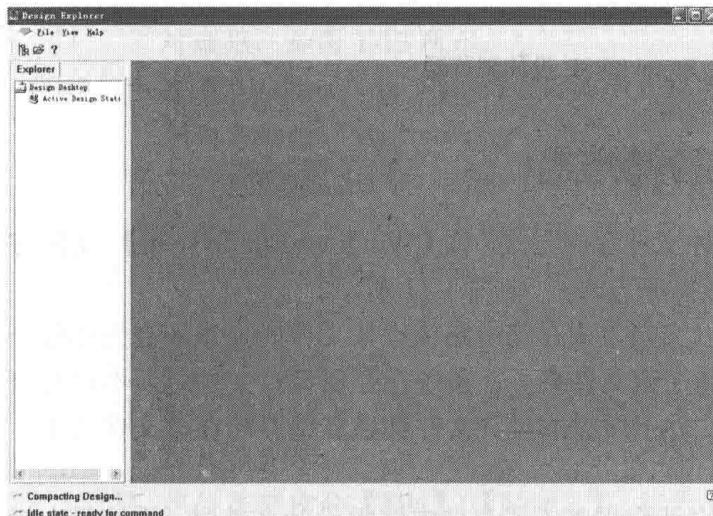

图 1-8 Protel 99 SE 主窗口
- [2] 在启动 Protel 99 SE 应用程序的过程中，屏幕上将弹出 Protel 99 SE 启动画面，如图 1-7 所示。接下来，系统便打开 Protel 99 SE 主窗口（也称为设计浏览器），如图 1-8 所示。